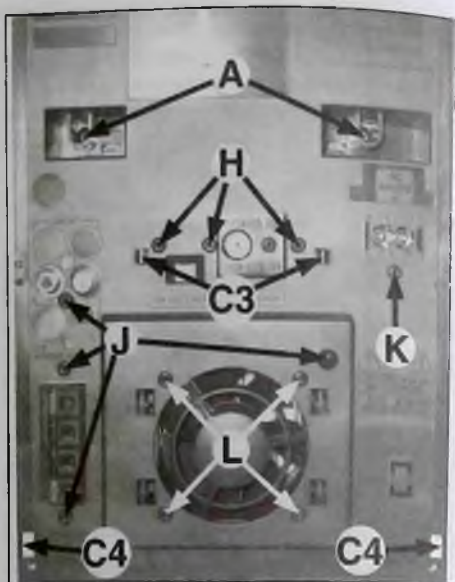

Рис. 22. Ослабление винтов
9. Ослабляют 4 винта L (см. рис. 22), чтобы снять вентилятор FAN с задней части корпуса.